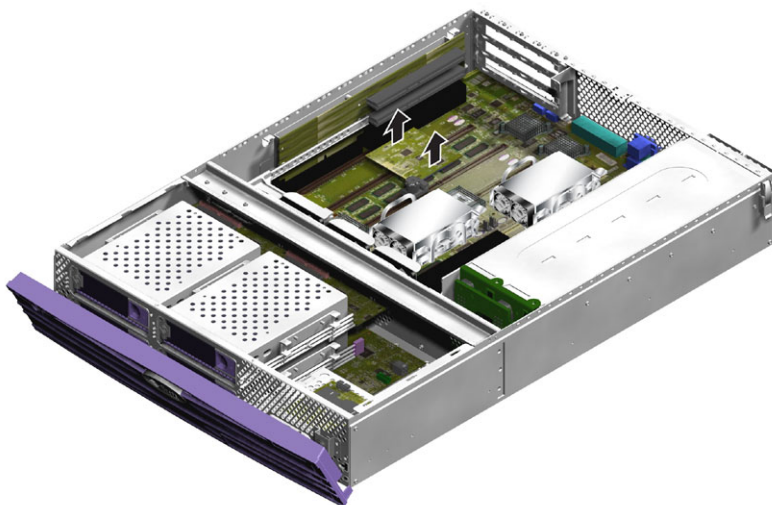

図 1-28 暗号化アクセラレータの取り外し
3. シャーシから暗号化アクセラレータを取り出します (図 1-28)。